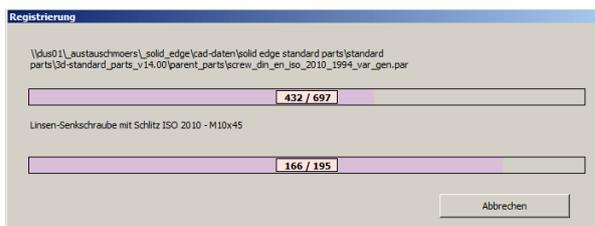

Abbildung 25
5.5. Nun beginnt die Registrierung der Normteile in der Datenbank (Abb. 25). Dieser Vorgang kann bis zu mehreren Stunden dauern und sollte ohne Unterbrechung durchgeführt werden, da bei einem Neustart der Funktion wieder alle Teile neu eingelesen werden. Wenn der Vorgang beendet ist, sind alle Normteile registriert und die Standard Parts sind einsatzfähig.